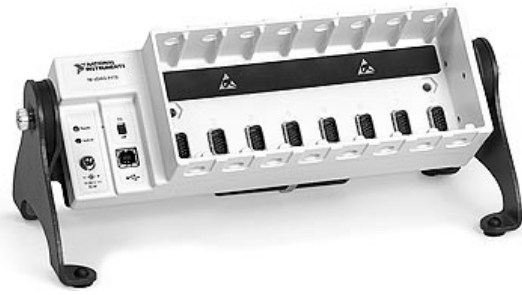

Рис. 2. cDAQ шасси
– NI cDAQ9172 - CompactDAQ шасси (рис. 2) с 8-ю слотами для дополнительных модулей; 2 интегрированных в шасси таймер/счетчика с разделительной способностью 24 бита; питающее напряжение - 11÷30 V;